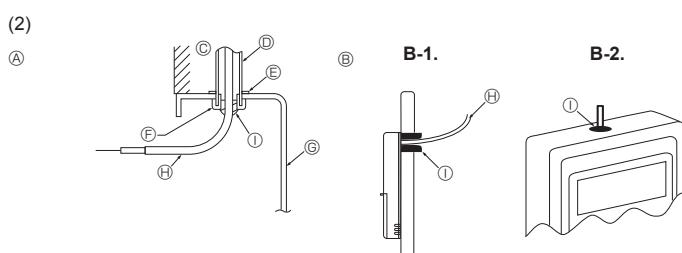

Fig. 6-3
(1) Kies een plaats waar u de afstandsbediening wilt monteren. De temperatuursensoren bevinden zich zowel op de afstandsbediening als op het binnenapparaat.
(2) Dicht de opening voor de afstandsbedieningskabel af met stopverf om te voorkomen dat er dauwdruppels, water, kakkerlakken of wormen inkomen. (Fig. 6-3)